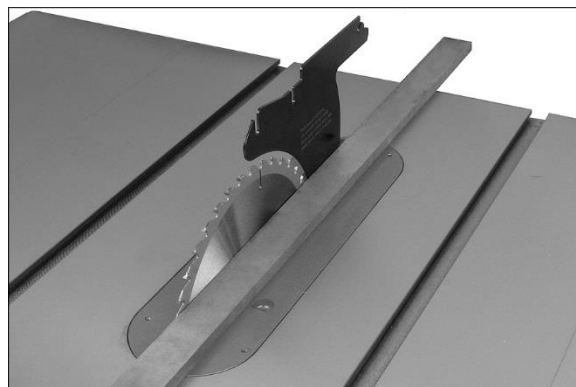

Рисунок 8-7
2. Поместите линейку на стол так, чтобы она опиралась на пильный диск и расклинивающий нож. См. Рисунок 8-7. Поверните пильный диск так, чтобы верхняя часть зуба диска коснулась линейки.